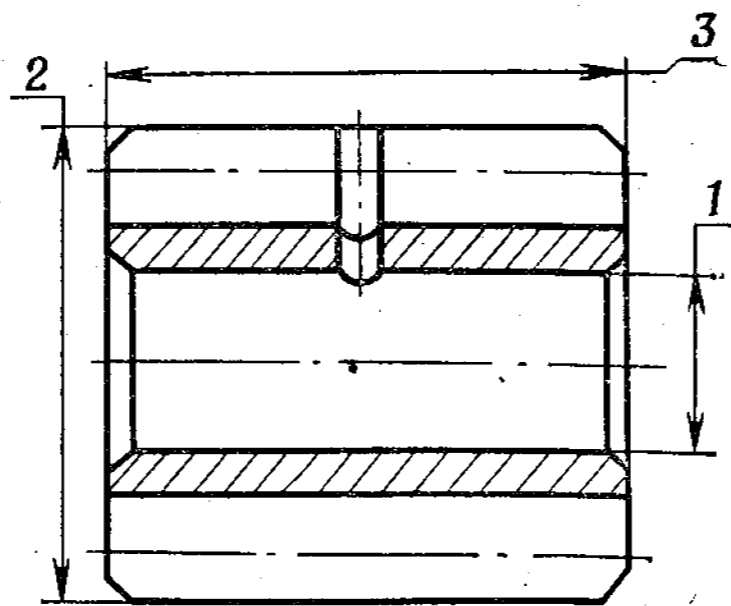

Рис. 79. Шестерня масляного насоса
3. Шестерня масляного насоса (рис. 79)